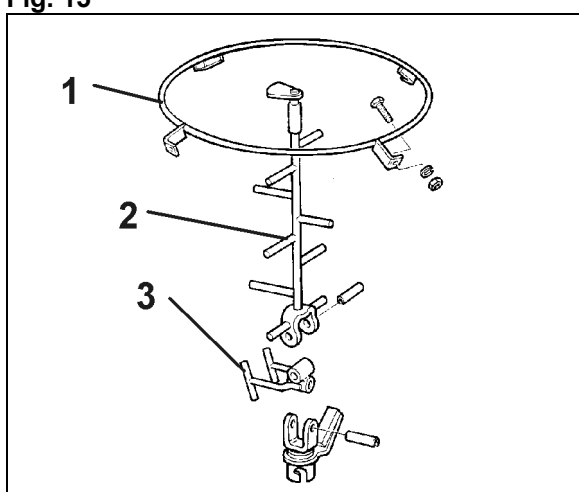

Fig. 16
1. Styre ringen (Fig. 16/1) skrues på hullerne der er i beholderen.
2. Øverste del af omrøreren (Fig. 16/2) fastgøres til den underste del af omrøreren (Fig. 16/3) med en rørstift.